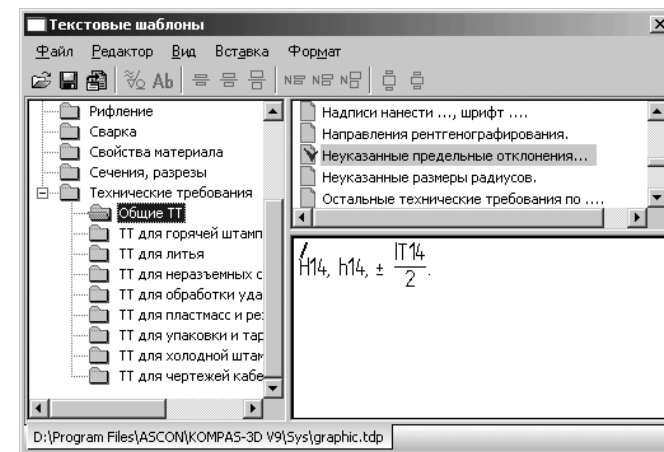

Рис. 5.76. Диалоговое окно **Текстовые шаблоны** с открытым списком **Общие ТТ** и выбранным пунктом **Неуказанные предельные отклонения**
- щелкните в главном меню по пункту **Вставка**, а затем в выпадающем меню по пункту **Текстовый шаблон**. Или щелкните в **Компактной панели** по кнопке переключателю – **Вставка в текст**, а затем в панели инструментов по кнопке – **Вставить текстовый шаблон**. Появится диалоговое окно **Текстовые шаблоны** (рис. 5.76);
выбран для последующего переноса на лист чертежа. В нижнем правом окне – **Окне просмотра** увидите информацию, которая соответствует выбранному пункту. Это может выглядеть так, как показано на рис. 5.76.